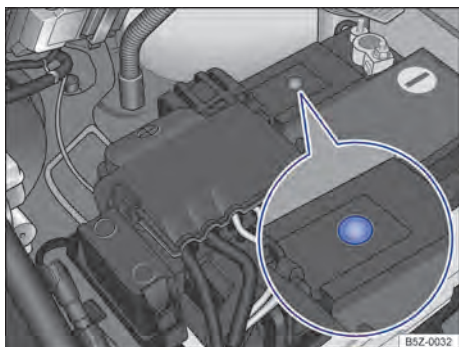

Fig. 179 En el compartimento del motor: ejemplo de posición del visor en el lado superior de la batería del vehículo.
- El visor redondo → fig. 179 en la parte superior de la batería del vehículo cambia de color dependiendo del nivel del electrólito.